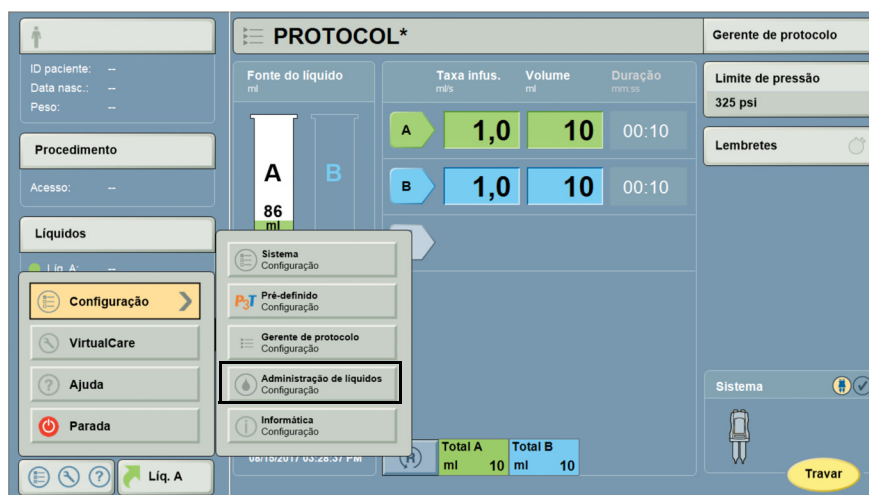

Figura 13 - 10: Categorias de configuração (configuração de administração do líquido)
2. Selecione **Configuração de administração do líquido**. Consulte Figura 13 - 10: Categorias de configuração (configuração de administração do líquido).